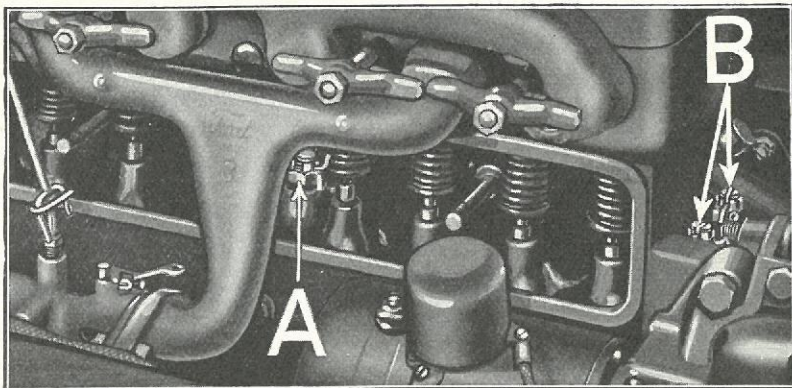
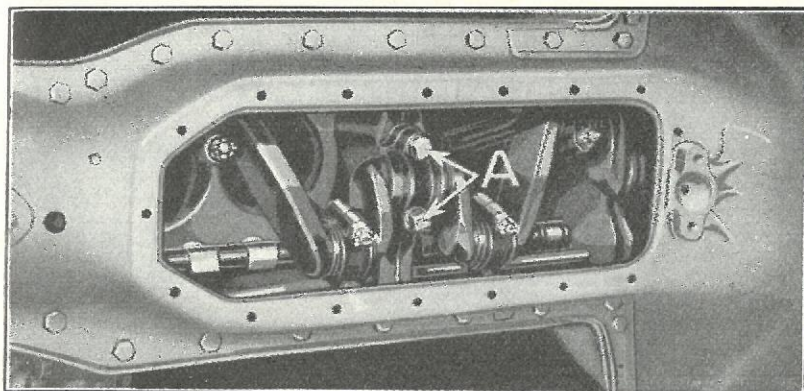

Fig. 260
Fig. 261
- 444** Midterste Hovedleje justeres derefter og tilslut det forreste. Disse to Lejer justeres iøvrigt paa samme Maade som det bagerste med Undtagelse af, at det er nødvendigt at fjerne baade Lejebolte og Møtrikker for at kunne udtage eller indlægge Mellemlægene. Naar Panderne aftages, maa en Mand holde en Skruenøgle paa de to Lejeboltmøtrikker, som paa Midterlejet er anbragt mellem anden og tredje Cylinder (Fig. 260-A), medens en anden Mand under Vognen skruer Boltene ud (Fig. 261-A). Forreste Hovedlejes Møtrikker (Fig. 260-B) er anbragt foran forreste Cylinder.